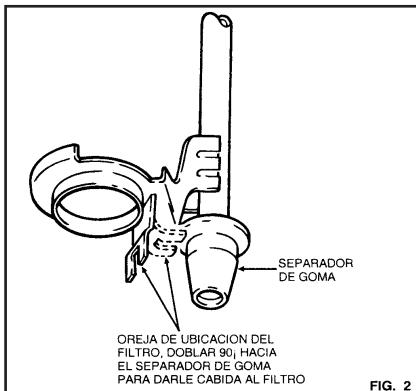

FIG. 2
- 5) Doble la oreja de orientación del filtro 90° para que no estorbe. El filtro nuevo no cabrá si no se doble esta oreja, (Ver Fig. 2).